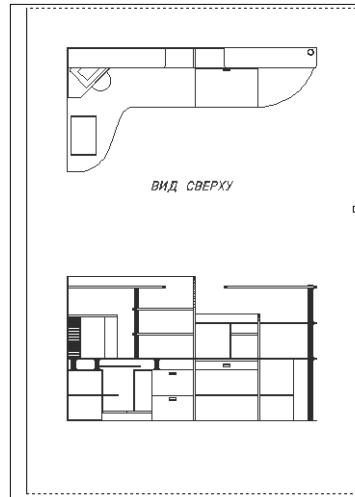

Рис. 10.20 ▼ Выбор прямолинейных сегментов для объединения их в полилинию
14. AutoCAD отобразит перечень режимов редактирования полилинии. Введите в командном окне **Замкнуть** (JOIN) или просто **з** (J) для включения режима объединения отрезков в полилинию. Выберите три остальных прямолинейных сегмента, как показано на рис. 10.20, а затем дважды нажмите **Enter** для завершения объединения обычных линий в полилинию.